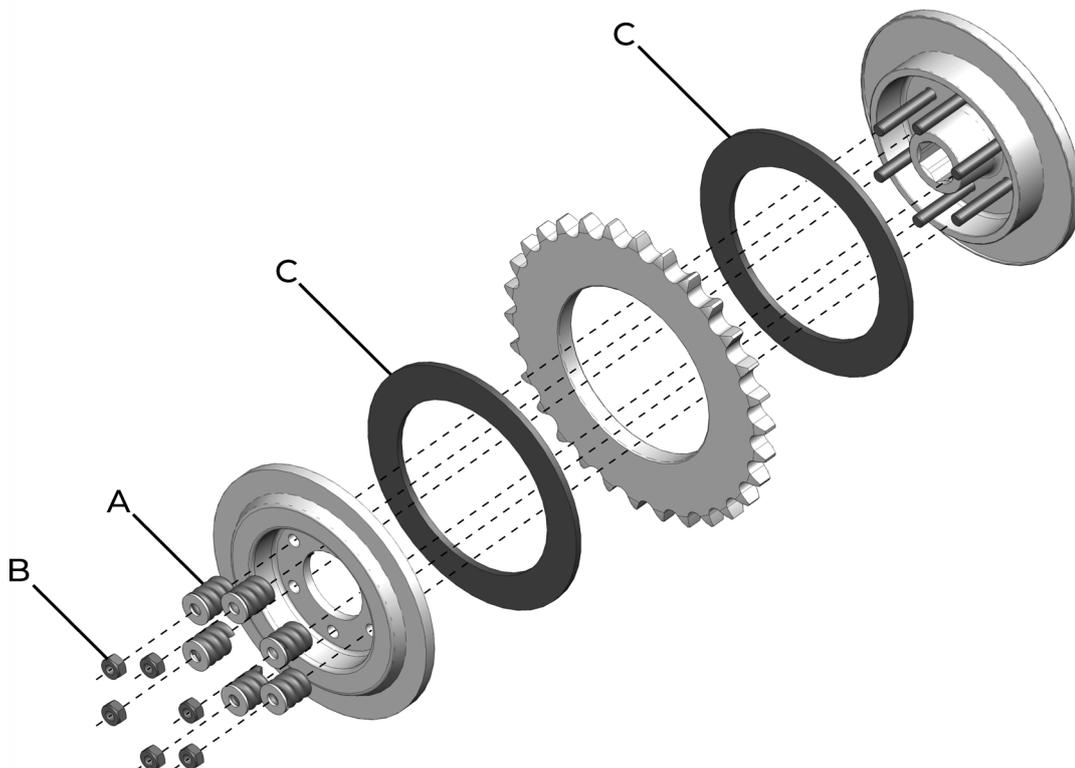
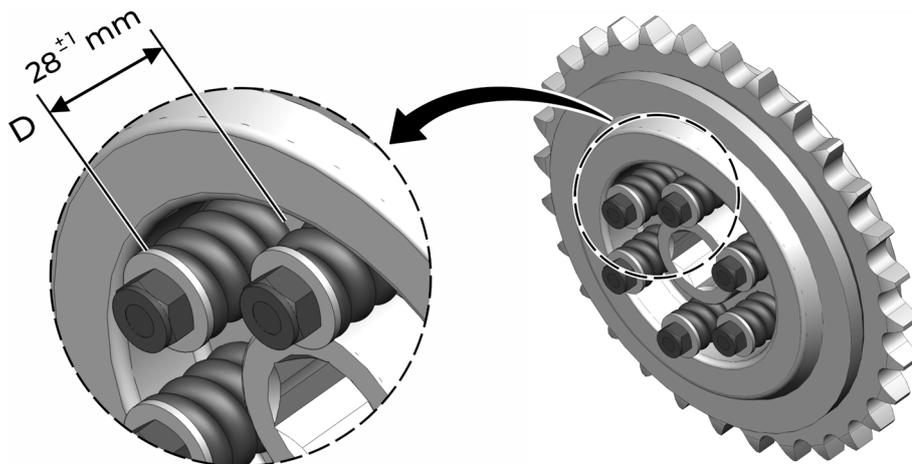

fig. 46
fig. 47
1. Realizar a desmontagem do limitador, removendo todas as porcas (B) (fig. 46). Para a desmontagem do limitador, será necessário a remoção dos eixos de acionamento;
2. Avaliar os discos de fricção (C) (fig. 46), se os mesmos apresentarem desgastes ou “quebra”, realizar a substituição;
3. Montar novamente o limitador observando a medida (D) (fig. 47) de fechamento das molas (A) (fig. 46). Lembrar que este é somente um ajuste inicial, durante a colheita pode ocorrer a necessidade de se fazer novos ajustes, caso o limitador venha a patinar.